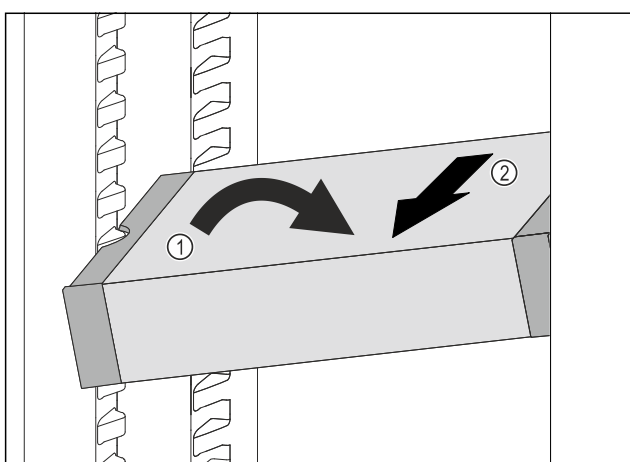

Fig. 73
- ▶ Stil VarioSafe på skrå ind i kølesektionen. Fig. 73 (1)
- ▶ Tag VarioSafe ud fremefter. Fig. 73 (2)